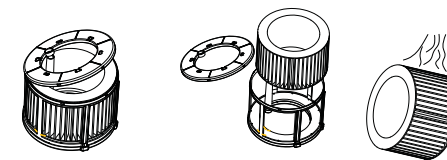

Рис. 4
2. Вытащите увлажняющий фильтр из пластикового каркаса, как указано на рис. 4